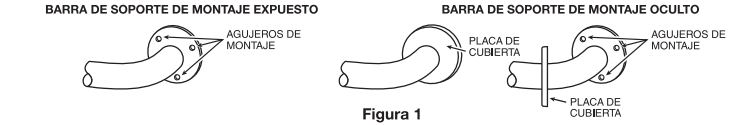

Figura 1
1. Saque la barra de soporte y las piezas del paquete. Si se usa la barra de soporte de montaje oculto, quite las placas de cubierta de los agujeros de montaje (**vea la Figura 1**).
16. Si usa la barra de soporte de montaje oculto, mueva las placas de cubierta sobre los agujeros de montaje y presione firmemente contra la pared (**vea la Figura 1**).